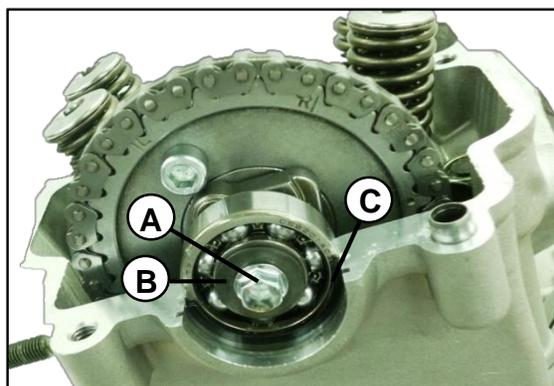

Fig. 18
Remueva el tornillo (A) y la arandela (B) que sujeta el rodamiento del árbol de levas, luego retire la cuña en media luna (C) para remover el rodamiento. **Fig. 18**